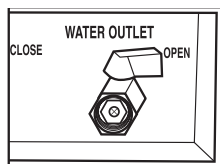

Fig. 2
3. Enjuague cuidadosamente la cuba, y luego vacíela, abriendo la válvula de desagüe ("WATER OUTLET"), accesible cuando el panel de puerta está abierto (Fig. 2). Nota: es posible conectar un tubo (no incluido) a la válvula de desagüe, usando una conexión NPT $\frac{1}{2} \times 12$). Abra (posición "OPEN") la válvula y vacíe el agua en un balde o recipiente similar.
Apague y desconecte el aparato. Permita que el agua se enfríe hasta llegar a la temperatura ambiente. (Fig. 2). Nota: es posible conectar un tubo (no proveído) a la válvula de desagüe, usando una conexión NPT ½ x 12), o vaciar el agua directamente por la válvula. Abra (posición “OPEN”) la válvula y vacíe el agua en un balde o recipiente similar.